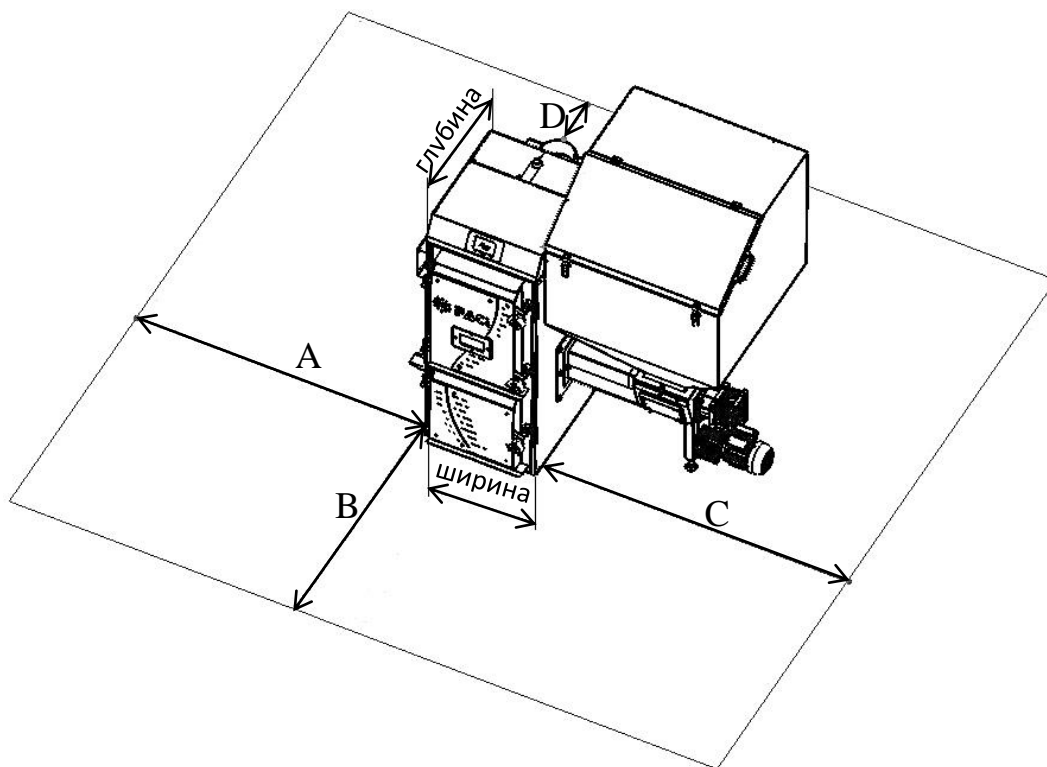

Рис. 22
Выставляем корпус котла на ровную, очищенную от мусора поверхность, учитывая расстояния от препятствий при монтаже (см. рис. 22). Закрепляем фланец горелки поз. 3 (рис. 11б) к корпусу с внешней стороны, используя болты М10х30 (8 шт), шайбы М10 (8 шт). Затягиваем соединение гаечным ключом, не перетягивая резьбу. Съемную горелку поз. 2 устанавливаем в пазы фланца поз 3 (рис. 11б).
2.6.1.4 При установке котла в котельной необходимо соблюдать требования выдерживания свободных расстояний до ближайших препятствий (рис. 22). В указанных размерах свободных расстояний не должно находиться никаких предметов, ни трубопроводов, ни других элементов котельной. Указанные технологические проходы должны быть свободны для доступа в любое время и ничем не загромождены.
Обозначение на рис.22	Требуемое значение размера.